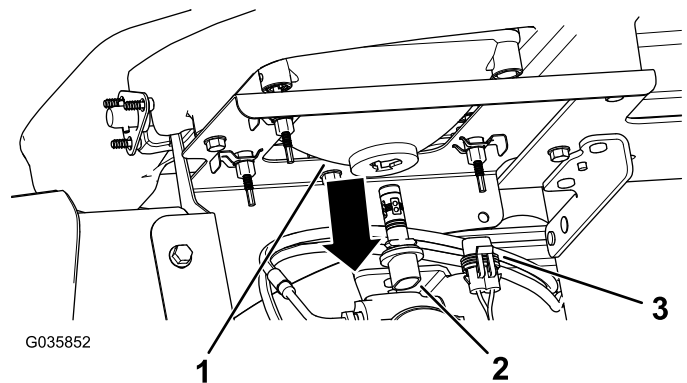

Figure 52
3. Débranchez le connecteur électrique de faisceau du connecteur de la lampe situé au dos du boîtier du phare (Figure 52).
4. Tournez l'ampoule d'un quart de tour dans le sens antihoraire et tirez-la en arrière hors du boîtier (Figure 52).
5. Insérez l'ampoule neuve dans le boîtier du phare et alignez les languettes sur les fentes du boîtier (Figure 52).
6. Fixez l'ampoule en place en la tournant d'un quart de tour dans le sens horaire (Figure 52).
7. Branchez le connecteur électrique de faisceau sur le connecteur de l'ampoule neuve (Figure 52).